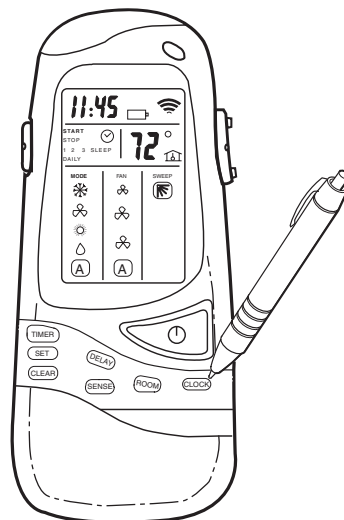

Figura 5 — Ubicación del botón Clock Set (Fijar reloj) en el mando a distancia
2. Oprima el botón **CLOCK** (RELOJ) con la punta de un bolígrafo o con un clip. Vea la figura 5.